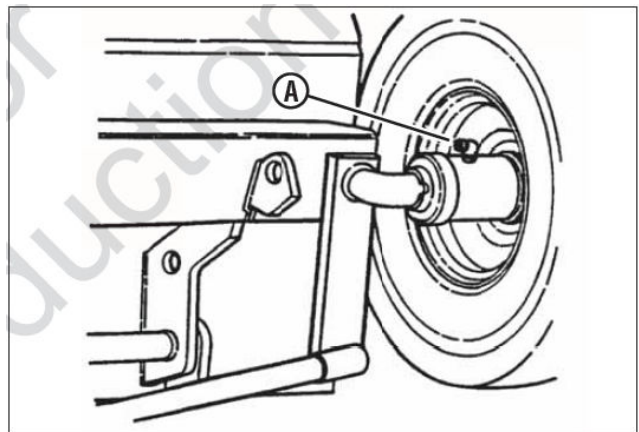

Рис. 25. Смазочные фитинги передних колес
1. Смажьте подшипники передних колес в местах смазки (А, рис. 25), нагнетая смазку из шприца в смазочный фитинг пять раз.